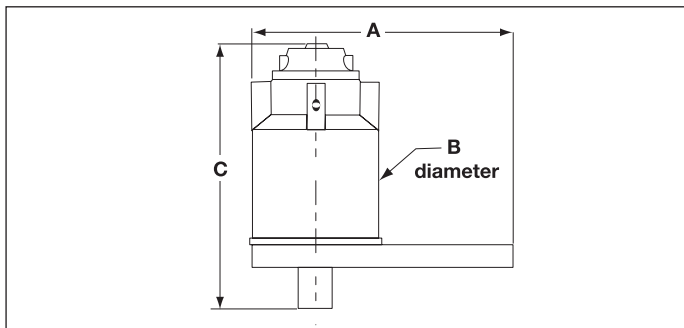

**Rysunek 1, Wymiana płytki reakcyjnej**
Kwadratowy trzpień napędowy z kołkiem ścinanym (rys. 1 element 4) zabezpiecza elementy wewnętrzne w przypadku przekroczenia maksymalnego znamionowego momentu wyjściowego. Ta funkcja przeciwprzeciążeniowa powoduje pęknięcie trzpienia, w przypadku gdy moment wyjściowy mieści się w przedziale od 103% do 110% wartości znamionowego momentu wyjściowego. Do wzmacniacza momentu obrotowego dołączony jest jeden wymienny trzpień (E391, E392, E393, E492, E493, E494, E495) (dodatkowe części zamienne można zamówić u dystrybutora firmy Enerpac).
3. Zamocuj nasadkę kwadratową w odpowiednim rozmiarze na kwadratowym trzpieniu napędowym wzmacniacza momentu obrotowego (rys. 1, element 4). Umieść nasadkę i wzmacniacz momentu obrotowego na łączniku, który ma zostać dokręcony.
1. Wykręć śruby (rys. 1, element 2) mocujące płytke reakcyjną (rys. 1, element 1) do wzmacniacza momentu obrotowego, a następnie zdejmij płytke reakcyjną ze wzmacniacza momentu.
5. Ponownie zamocuj płytke reakcyjną na wzmacniaczu momentu obrotowego za pomocą śrub wykręconych uprzednio (rys. 1, element 2).